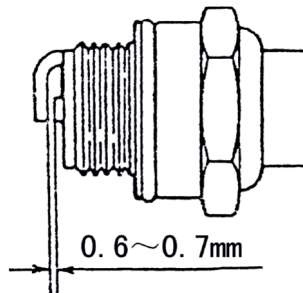

Fig. 16
- (1) Luego de usar la máquina cada día, lavar los filtros, si los productos químicos se adhieren a la esponja, puede inferir en la potencia del motor, por favor prestar especial atención.
- (2) Luego de lavar la esponja con gasolina, After wash the sponge with petrol, escurrir la gasolina y colocar la esponja.
- (3) La correcta distancia de las bujías es 0.6 - 0.7mm, Por favor, controlar la distancia con frecuencia, si es demasiado grande o pequeña, ajustar como corresponde como se muestra en la Fig.16.